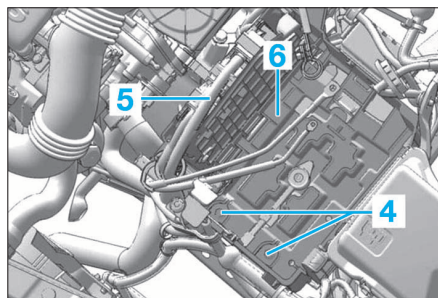

FIG. 2
- le résonateur d'admission (2).
- le cache de style de la batterie (3).
- Déposer les vis de fixation (4) du support (Fig.2).